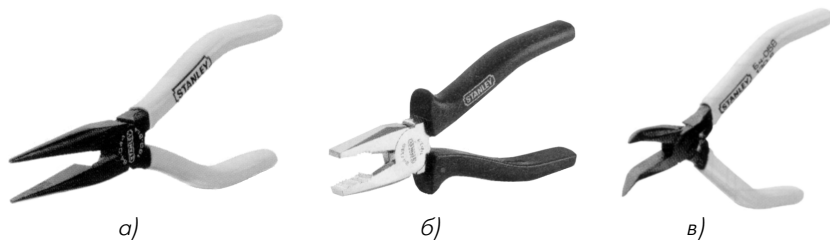

Рис. 1.5. Плоскогубцы с губками без насечек (а), плоскогубцы с насечками или пассатижи (б), плоскогубцы для работы в труднодоступных местах (в)
- плоскогубцы разные (рис. 1.5). Первые – размером 100–120 мм с тонкими и узкими губками без насечки, чтобы при сгибании голого провода не портить его поверхность, а при укладке изолированного провода не повредить изоляцию. Вторые – размером 150–170 мм с насечкой на губках, которые служат для вытягивания или выпрямления толстых одножильных проводов, поджатия различных крепежных скобок и других работ. Третьи – с удлиненными (иногда изогнутыми) губками для работы в труднодоступных местах;